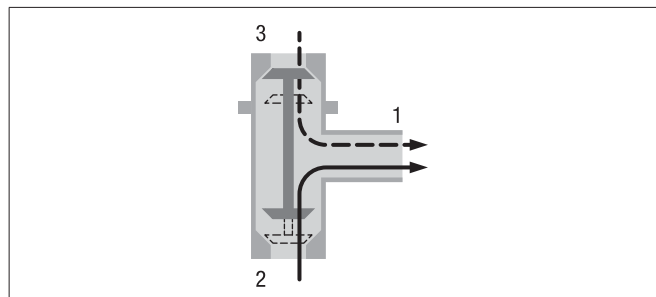

Figura 13
Integrar el termostato con las conexiones pos. (1), (2) y (3) en el circuito de líquido refrigerante, véase Figura 13.